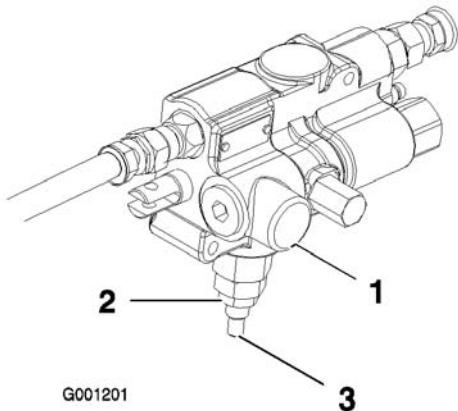

Bild 13
4. Lösen Sie die Klemmmutter unten am Hubventil (Bild 13). Das Hubventil befindet sich an der rechten Seite der Maschine.